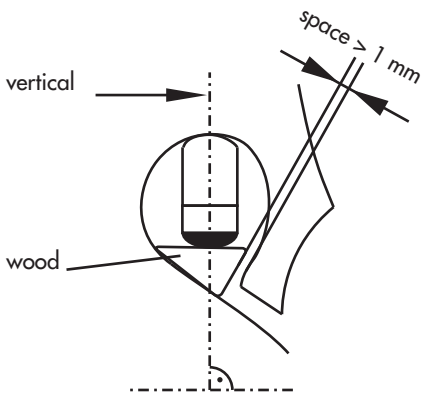

Fig. 1
- La capsula del pickup deve essere montata piuttosto verticalmente nel foro del ponte sotto la corda G per contrabbasso, A per violoncello e viola, e sotto la corda E per violino, con il sughero rivolto verso l'alto. Vedi fig. 1.